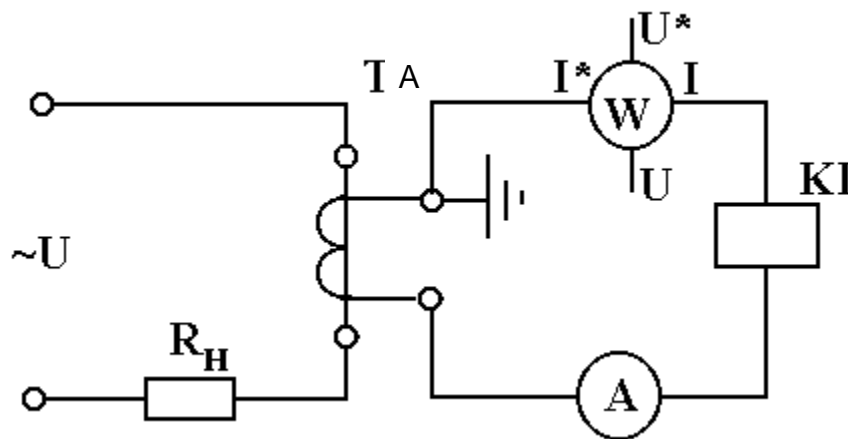

Рис. 2 – Електрична схема включення однофазного ТС
- вмикається послідовно в коло, струм в якому вимірюється (рис. 2);